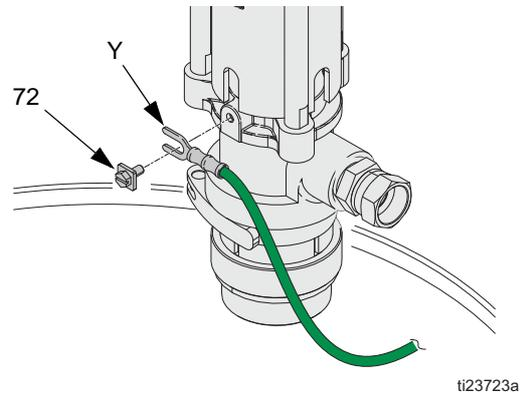

FIG. 9
1. *Bomba:* Conecte el cable de tierra (Y) al tornillo de tierra (72) y ajuste firmemente el tornillo. Consulte FIG. 9. Conecte el otro extremo del cable a una tierra verdadera. Asegúrese de cumplir todos los códigos eléctricos nacionales y locales.